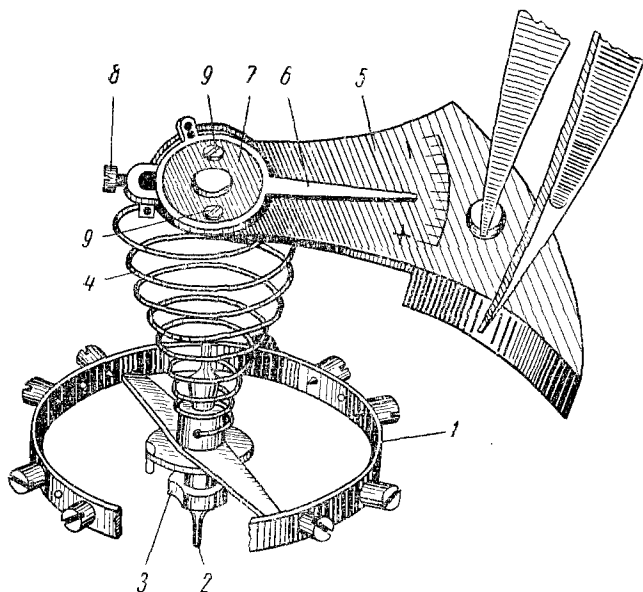

Рис. 70. Мост баланса с узлом колебательной системы:
После этого отсоединяют баланс с волоском от моста (рис. 70). Мост баланса держат большим и указательным пальцами левой руки или пинцетом так, чтобы баланс был в висячем положении на волоске; отвертывают на два-три оборота винт 8 на мосту; на верхней стороне моста нажимают пинцетом на колонку волоска так, чтобы колонка с волоском и балансом
После этого разбирают мост баланса (см. рис. 70). На нижней стороне моста 5 отвертывают два винта 9, снимают регулятор 6 и накладку 7. Винты 9 заворачивают на места, чтобы не затерять при чистке. Мост 5 баланса, градусник 6 и накладку 7 кладут на разборную карту на клетку 2.
*Сборка четвертого узла (колебательная система)* (см. рис. 70). Сюда входят: баланс 1, мост баланса 5, регулятор 6 (градусник), волосок 4 и верхняя накладка 7.
Регулируют часы при помощи регулятора, который установлен на мосту баланса. На мосту баланса (см. рис. 70) нанесены знаки + (плюс), — (минус) и деления в виде :. Плюс означает ускорить ход часов, минус — замедлить ход часов. Деления показывают, на сколько ускорить или замедлить ход часов.